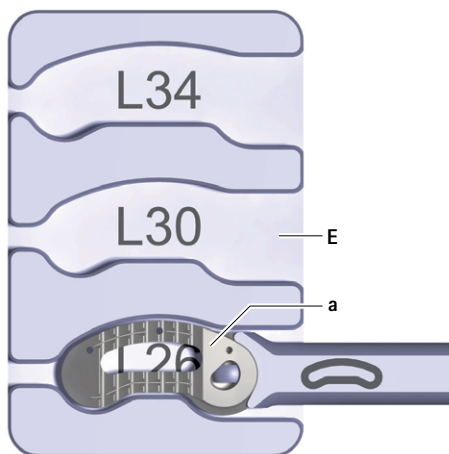

Rys. 8 Implant w pozycji 0°
- Implant próbny D przytrzymać w pozycji 0° w instrumentie do wprowadzania A, patrz Rys. 8.
- Przytrzymać implant w pozycji 0°, patrz Rys. 8.